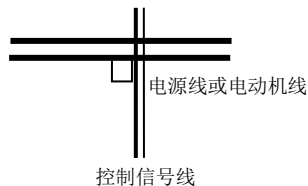

图 3-16 系统配线要求
- (4) 变频器 PE 端接地电缆不得借用其它设备接地线，必须直接与接地板相连。
- (5) 控制信号线不能与强电电缆 (R、S、T 或 R、T 与 U、V、W) 平行近距离布线，不能捆扎在一起，保持 20~60 厘米（与强电电流大小有关）以上的距离。如果要相交，则应相互垂直穿越，如图 3-16 所示。
- (6) 控制信号和传感器等弱电接地线必须与强电接地线分别独立接地。
- (7) 禁止在变频器电源输入端 (R、S、T 或 R、T) 上连接其它设备。